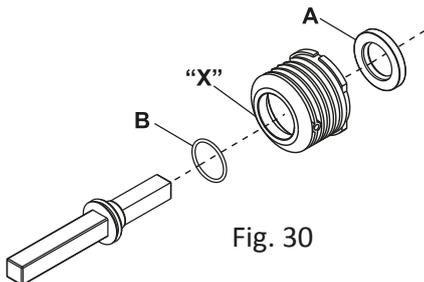

Fig. 30
Ao montar o retentor (A), Fig. 30, e o anel o'ring (B), coloque graxa de boa qualidade à base de lítio e de Bisulfeto de Molibdenio (Molikote) de alta aderência na área do diâmetro indicada ("X").